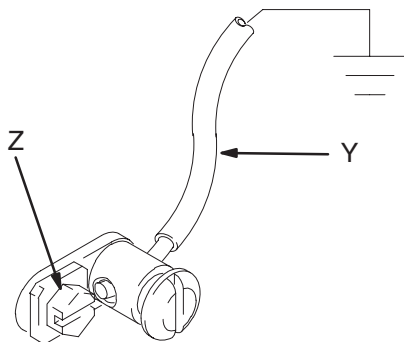

Abb. 1
1. *King-Pumpe*: Erdungsdraht und Klammer verwenden. Siehe Abb. 1. Erdungsschraube (Z) entfernen und durch die Öse des Kabelschuhs am Ende des Erdungskabels (Y) einfügen. Erdungsschraube wieder auf der Pumpe befestigen und sicher anziehen. Das andere Ende des Kabels mit einer guten Erde verbinden. Zu bestellen: Erdungskabel und Klammer, Teile-Nr. 222011.